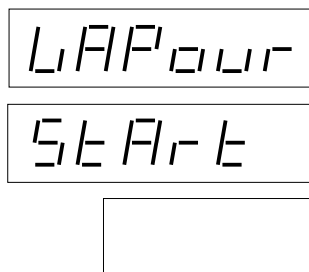
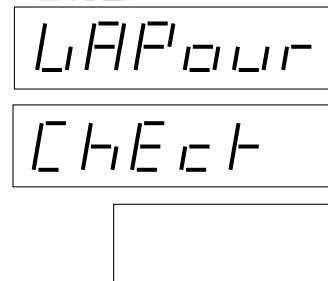

Рис. 22 Режим, из которого запускается калибровка отсасывания
Рис. 23 Режим, из которого запускается контроль отсасывания
- При нажатии клавиши „0“ подтвердится текущее отображаемое значение параметра и осуществится переход к следующему параметру. После достижения последнего параметра в строке объема отобразится текст „Start“ *см. рис. 22.* При последующем нажатии клавиши „0“ в строке объема отобразится текст „Check“ *см. рис. 23.* При повторном нажатии клавиши „0“ осуществится переход к первому параметру.
- Непосредственная калибровка отсасывания начнется снятием пистолета на стороне колонки, на которой должна быть произведена калибровка, в режиме, в котором отображается „Start“ *см. рис. 22.*
8. После калибровки отсасывания на соответствующей стороне колонки можно проверить отсасывание на остальных пистолетах, сняв пистолет в режиме, когда отображается „Check“ см. рис. 23.